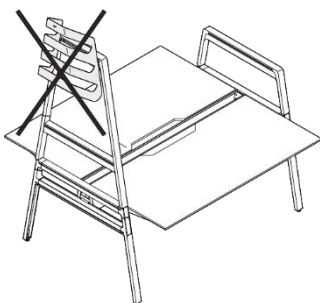

Figura 33 Supporto per skateboard, montaggio non consentito
- Posizione superiore di un arco rialzato alto (vedi Figura 33).